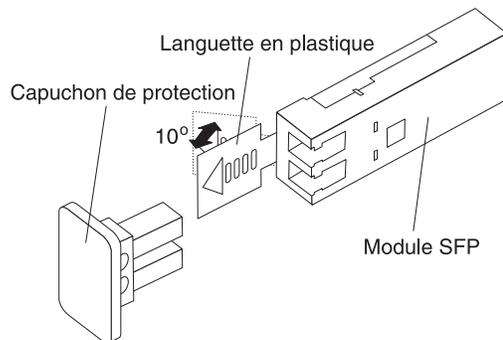

Figure 17. Déverrouillage d'un module SFP équipé d'une languette en plastique
- Pour les modules SFP équipés d'une languette en plastique, déverrouillez le module en déplaçant la languette d'environ 10° vers l'extérieur, comme illustré dans la figure 17.